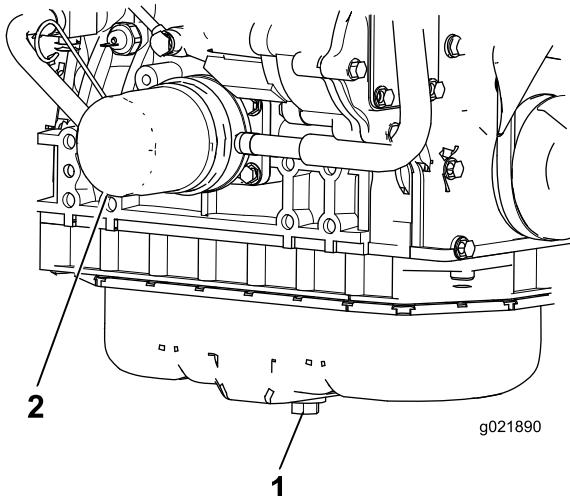

Figura 56
1. Retire el tapón de vaciado (Figura 56) y deje fluir el aceite a un recipiente apropiado. Cuando todo el aceite se haya drenado, instale el tapón de vaciado.
- Retire el filtro de aceite (Figura 56). Aplique una capa ligera de aceite limpio al filtro nuevo antes de enroscarlo. **No apriete demasiado.**